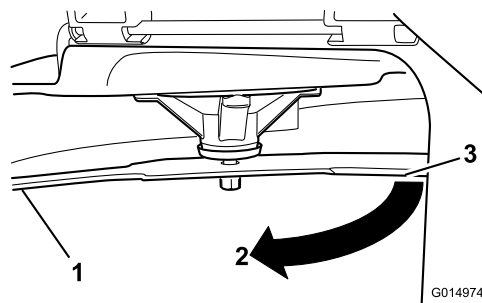

Figura 55
4. Gire la misma cuchilla 180 grados de manera que el otro filo de corte esté en la misma posición (Figura 55).